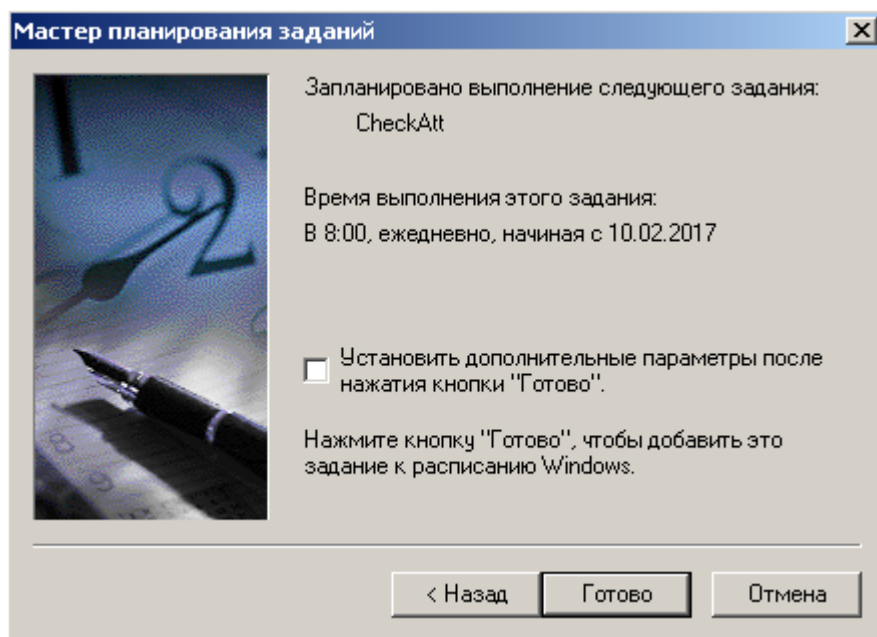

Рис. 15.
6) Ввести имя и пароль пользователя, от имени которого будет выполняться назначенное задание (данный пользователь должен иметь постоянный пароль и ему должен быть разрешен вход в качестве пакетного задания в соответствии с политикой безопасности в домене), и нажать кнопку **Далее**. Откроется окно (рис. 15).